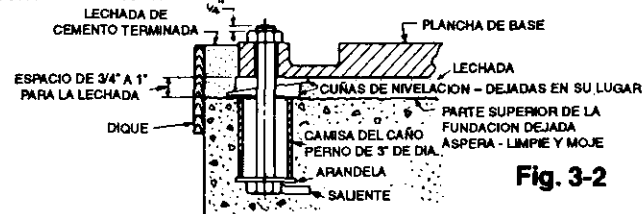

Fig. 3-2
provisto al comprador. Cada perno se instala en una camisa del caño, cuyo diámetro interior debería ser tres veces el diámetro exterior del perno. La camisa del caño permite ajustes menores en el espaciado de los pernos después que la fundación esté en su lugar (Fig. 3-2). Dos métodos usados comúnmente para asegurar y evitar que los pernos giren son:
- a. Se coloca una arandela entre la cabeza del perno y la camisa del caño con una saliente soldada a la cabeza del perno (Fig. 3-2).
Rellene con desechos entre los pernos de los cimientos y las camisas para evitar que el concreto penetre mientras se está vertiendo el cemento. Los pernos de los cimientos deben ser suficientemente largos como para permitir una lechada de 3/4" a 1" debajo de la plancha de base (Fig. 3-2). Cuando la bomba esté nivelada, los pernos deberían extenderse 1/4" a través de las tuercas. Deje que la superficie superior de las fundaciones sea áspera para la adherencia de la lechada.
2. **Lechada** — Construya un dique de tabla de madera alrededor de la fundación a la altura deseada para la lechada terminada (Vea Fig. 3-2). Para la lechada se debería hacer una mezcla de una parte de cemento portland a dos partes de arena limpia con suficiente agua como para mezclar hasta una consistencia cremosa espesa. Moje la parte inferior de la plancha de base y la parte superior de la fundación, luego vierta la lechada a través de los orificios en la plancha de base. Revuelva completamente la lechada durante el vertido para evitar bolsillos de aire y zonas huecas. Quite el dique de tablas y termine la lechada como desee, después de que la misma se haya asentado suficientemente. Retire los pernos de la fundación, cuando la lechada se haya endurecido, generalmente después de 48 horas aproximadamente.